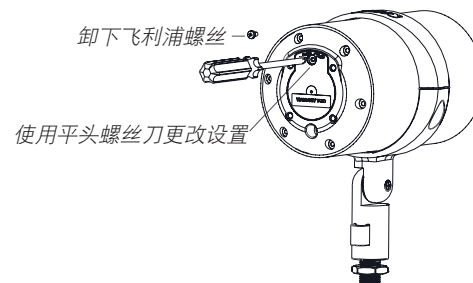

图 22
3. L41XC 扬声器随附的变压器设置为 60W。如您想采用较低的功率配置，使用飞利浦螺丝刀卸下飞利浦保护螺钉，如图 22 所示。